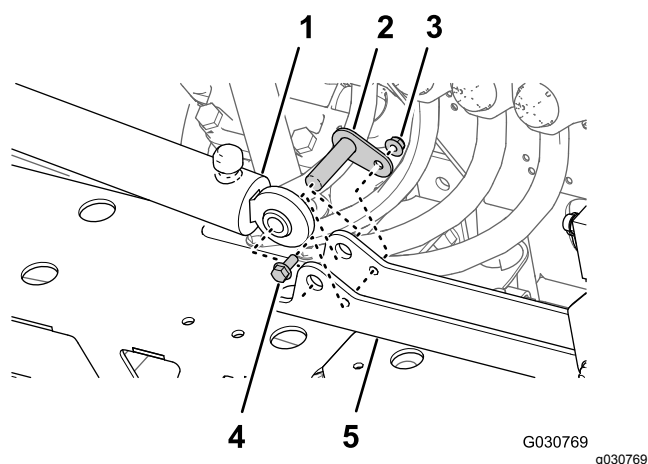

図 128
1. ステップ 4 昇降シリンダを取り外す (ページ 34) で取り外した昇降シリンダの固定側端部を、シリンダマウントの 16mm の穴にセットする 図 128。
2. シリンダをマウントに組み付けるピボットピン、フランジヘッドボルト、フランジナットを使用する 図 128。